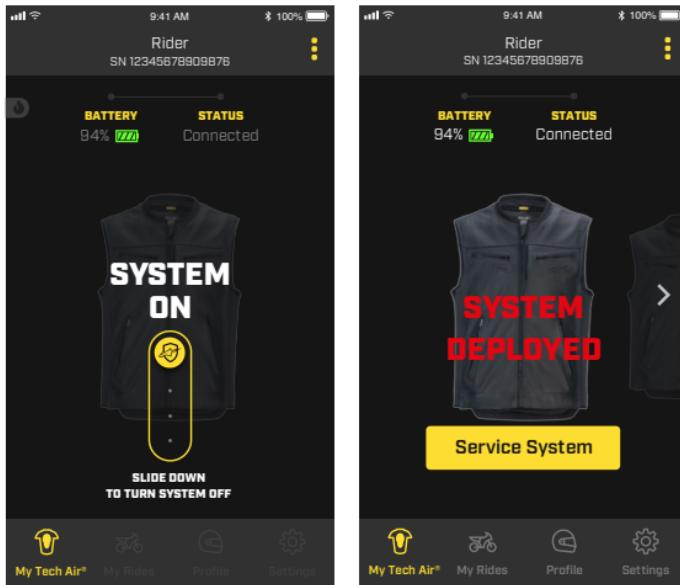

Abbildung 19
Während der Fahrt ist der Modus "SYSTEM EIN" aktiv und der Benutzer kann aus Sicherheitsgründen nicht auf die meisten Funktionen der App zugreifen. Falls das System vom Benutzer deaktiviert werden muss, z. B. während einer anstrengenden Fahrt im Gelände, kann das System über das Schiebesymbol in der App ausgeschaltet werden (siehe Abbildung 19). Um das System wieder zu aktivieren, öffnen und schließen Sie den Aktivierungsreißverschluss (1).
Im Falle der Bereitstellung zeigt die App den entsprechenden Status mit dem Wortlaut "SYSTEM DEPLOYED" an, wie in Abbildung 19 dargestellt.